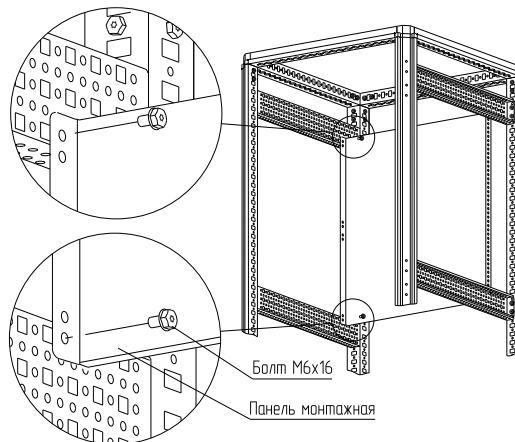

Рисунок 15
- вариант 1. Болтами М6×16 (рисунок 15). Момент затяжки – 7 Н·м. Болты приобретаются отдельно;